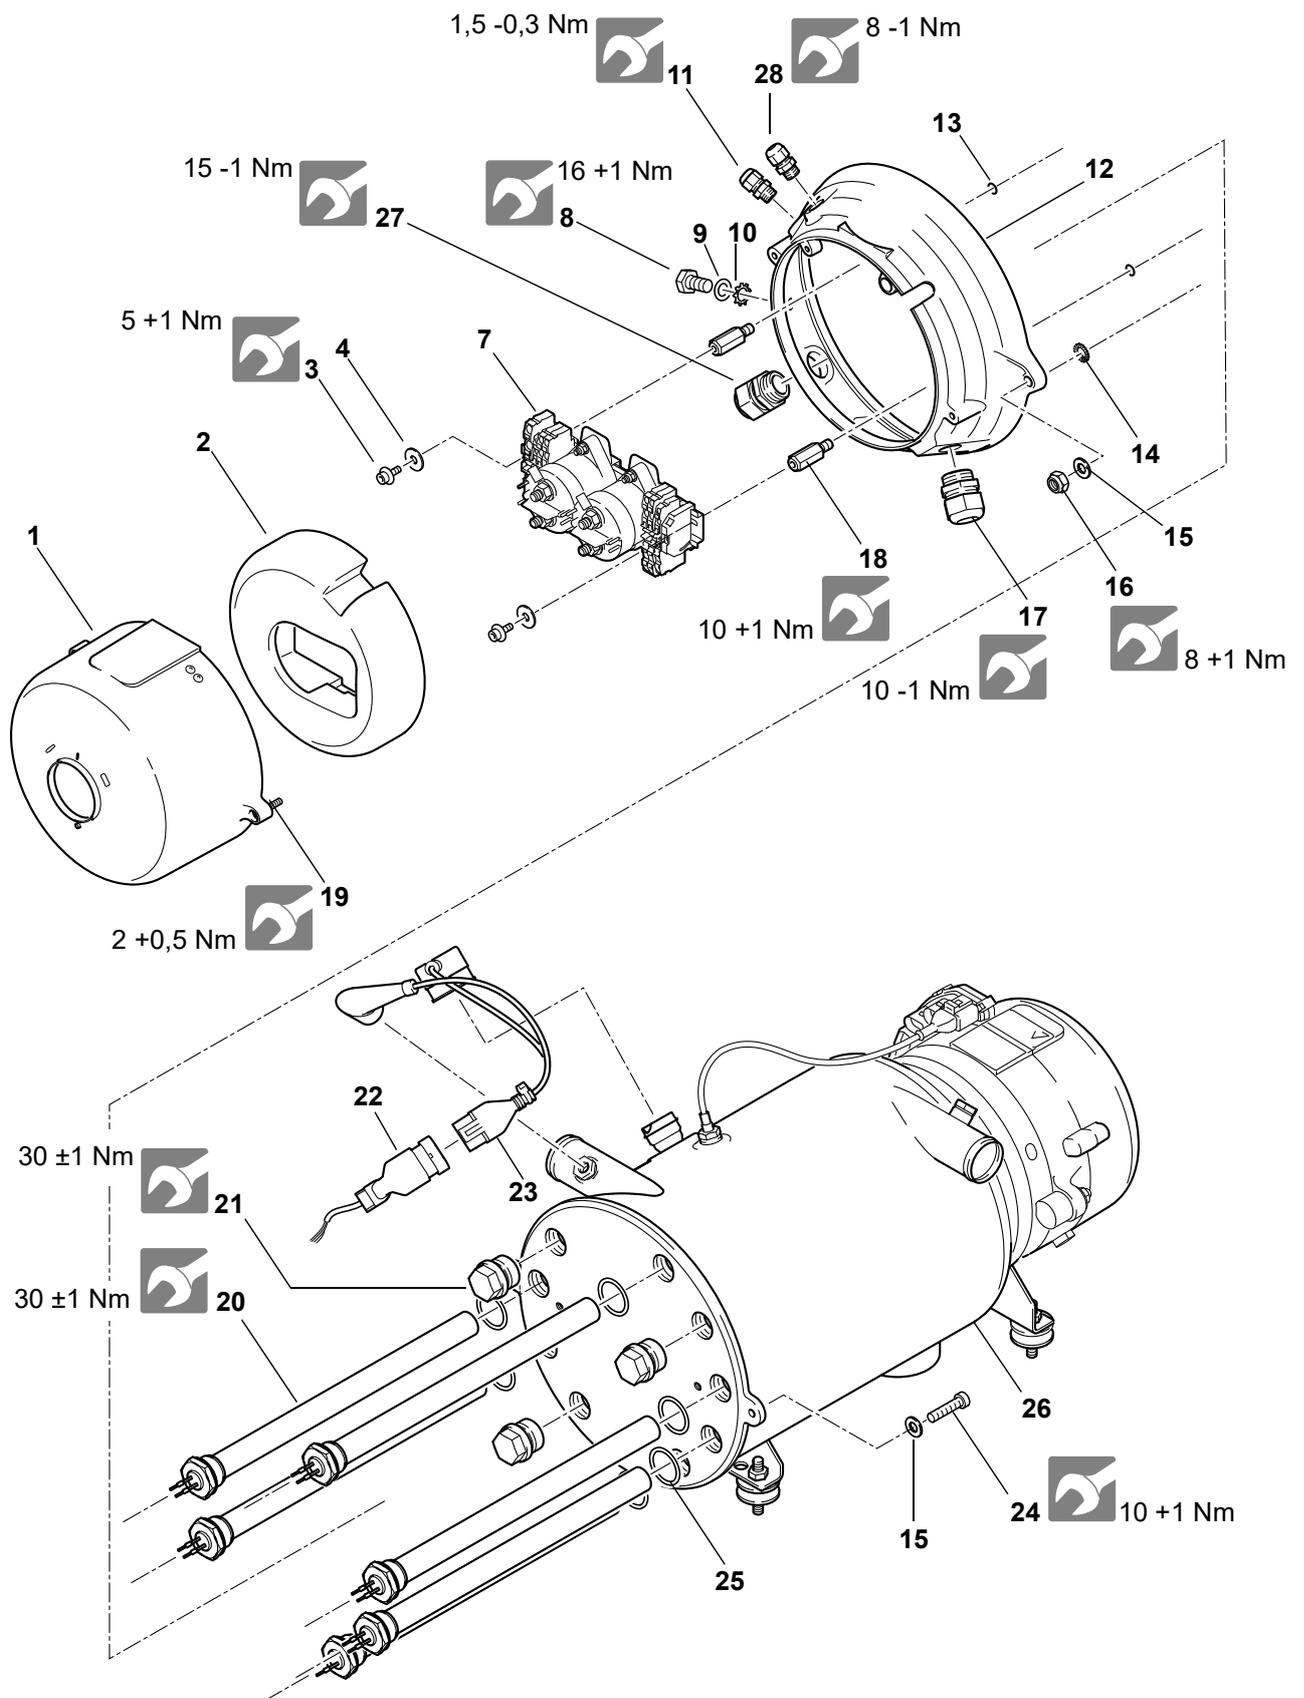
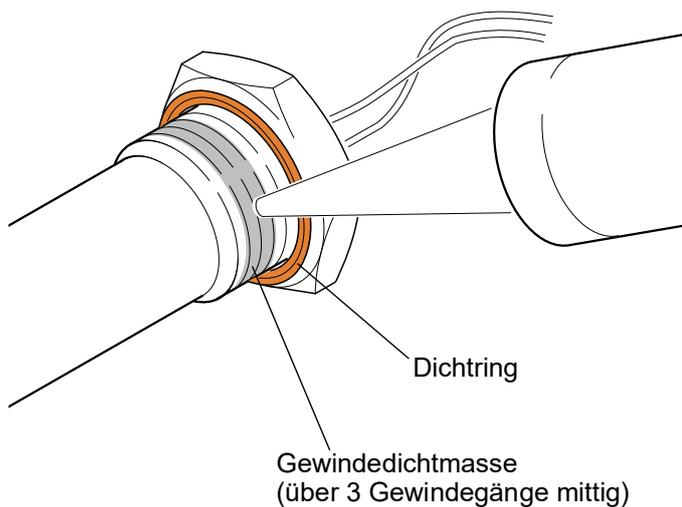

Abb. 805 HV-Steuerkopf - Aus- und Einbau von Komponenten
Abb. 806
2. Schrauben (19, Abb. 805) lösen.
1. Stabilisator (2, Abb. 805) auf den Kleinverteiler (7) aufstecken.
2. Haube (1) ansetzen, Schrauben (19) eindrehen und anziehen.
3. Zuleitungen durch Lösen der entsprechenden Anschlüsse vom Kleinverteiler (7, Abb. 805) trennen.
1. Gehäuse über den Kleinverteiler in Anbauposition bringen und anschließend mit Schrauben (24, Abb. 805), Scheiben (15), Zahnscheiben (14) und Muttern (16) befestigen.
2. Erdungsschraube (8) mit Scheibe (9) Zahnscheibe (10) und Fahrzeug Erdungskabelschuh in das Gehäuse (12) eindrehen und wie vorgegeben anziehen.
3. Ggf. Anschlussstück der Temperatursensorik (22) am Gehäuse (12) anbringen.
4. Stecker der Temperatursensorik (23) anstecken (auf Einrastgeräusch achten).
5. Zuleitungen an den entsprechenden Anschlüssen des Kleinvertelers (7) anschließen und Schrauben wie vorgegeben anziehen.
5. Schrauben (3, Abb. 805) und Scheiben (4) entfernen.
6. Kleinverteiler (7) abnehmen.
1. Kleinverteiler (7, Abb. 805) an den Stehbolzen (18) positionieren und mit Scheiben (4) und Schrauben befestigen.
4. Mit einem Schraubenschlüssel die Heizpatrone (20, Abb. 805) oder Verschlusschraube (21) lösen, herausschrauben und aus dem Wärmeübertrager entfernen. Dichtungsring (25) entsorgen.
3. Gewindedichtung entsprechend den Verarbeitungshinweisen des Herstellers auf das Gewinde, siehe Abb. 806, der Heizpatrone (20, Abb. 805) oder der Verschlusschraube (21) auftragen.
8. Kabelverschraubung (17, Abb. 805) lösen und mit dem entsprechenden Kabelbaum aus dem Gehäuse (12) schrauben.
1. Die einzelnen Adern des HV-DC-Kabelbaums in die entsprechende Durchführung (siehe Abb. 807) am Gehäuse (12, Abb. 805) einfädeln und die Kabelverschraubung (17) einschrauben und anziehen.
- 2 HV AC (DC)
6. Kabelverschraubung (27, Abb. 805) lösen und mit dem entsprechenden Kabelbaum aus dem Gehäuse (12) schrauben.
1. Die einzelnen Adern des HV-AC-Kabelbaums in die entsprechende Durchführung (siehe Abb. 807) am Gehäuse (12, Abb. 805) einfädeln und die Kabelverschraubung (27) einschrauben und anziehen.
8. Kabelverschraubung (11, Abb. 805) lösen und mit dem entsprechenden Kabelbaum aus dem Gehäuse (12) schrauben.
1. Die einzelnen Adern des NV-DC-Kabelbaums in die entsprechende Durchführung (siehe Abb. 807) am Gehäuse (12, Abb. 805) einfädeln und die Kabelverschraubung (11) einschrauben und anziehen.